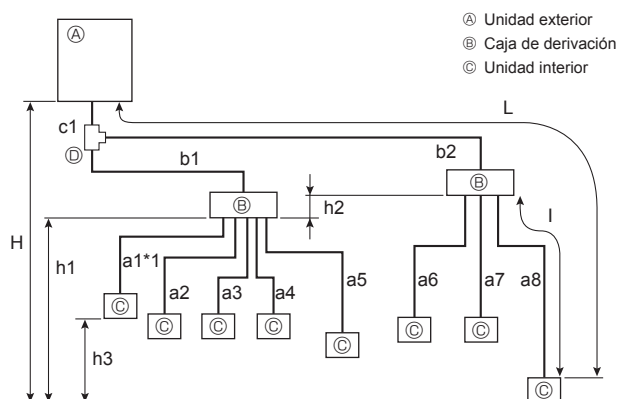

Fig. 4-2
4.1.2. Conexión con caja de derivación (Fig. 4-2)